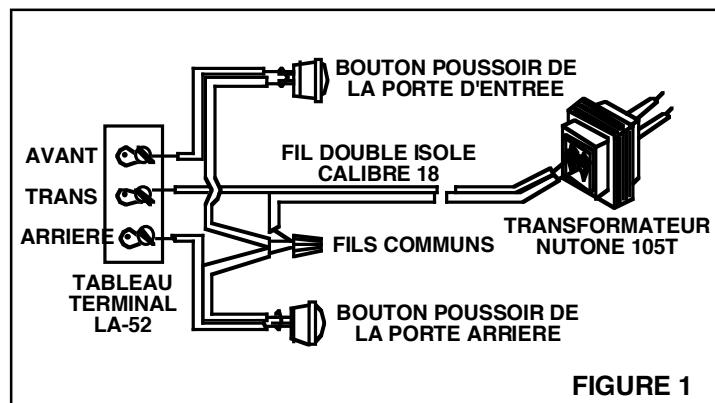

FIGURE 1
- Voir Figure 1. Tout fil supplémentaire (par exemple: commutateur ou coté) doit être neutralisé au moyen d'une cosse ou de ruban adhésif électrique et repoussés dans le trou du mur. Ces fils ne sont pas nécessaires pour le LA-52.**
4. **Voir Figure 1.** Brancher les fils du transformateurs et du bouton sur les bornes du boîtier du LA-52.